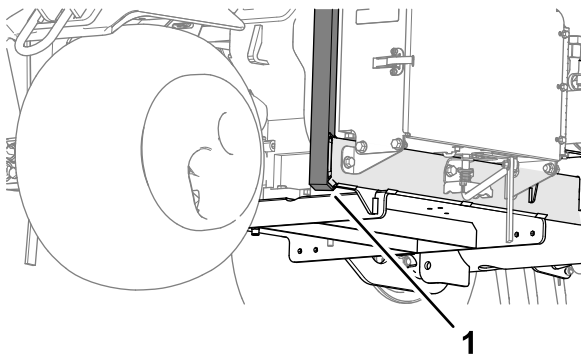

Figure 127
3. Placez le cric correctement sous le bras de support de la roue avant (Figure 127).